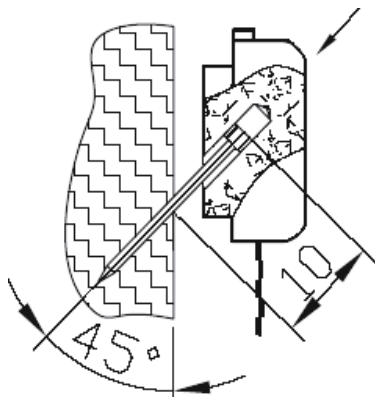

Рис.2. Установка ДТ
6.4. ДТ устанавливается в парильном помещении в зоне принятия процедур на уровне головы сидящего на верхней полке человека (см.рис.2). Не допускается установка датчика в непосредственной близости от ЭН и входной двери или над ними.